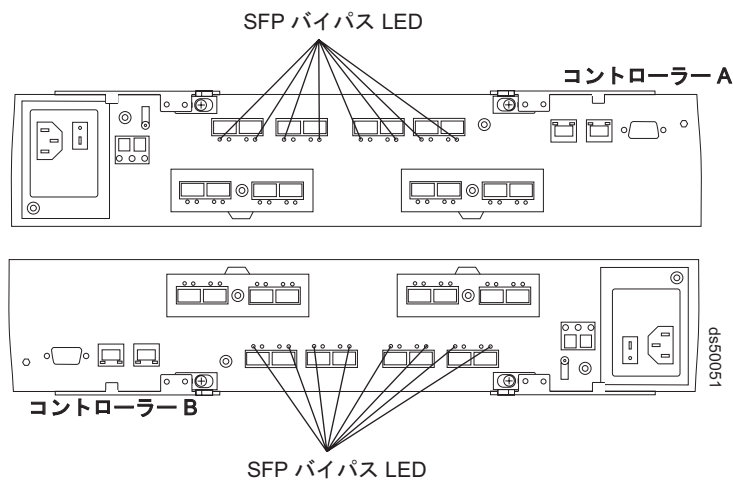

図 124. 要注意 LED と SFP モデル・バイパス LED
3. コントローラー上の SFP バイパス LED および要注意 LED を調べて、障害のある SFP モジュールを突き止めます。障害が検出された場合、LED が点灯しています。図 124 に、コントローラー上のコントローラー SFP バイパス LED および要注意 LED の位置を示します。